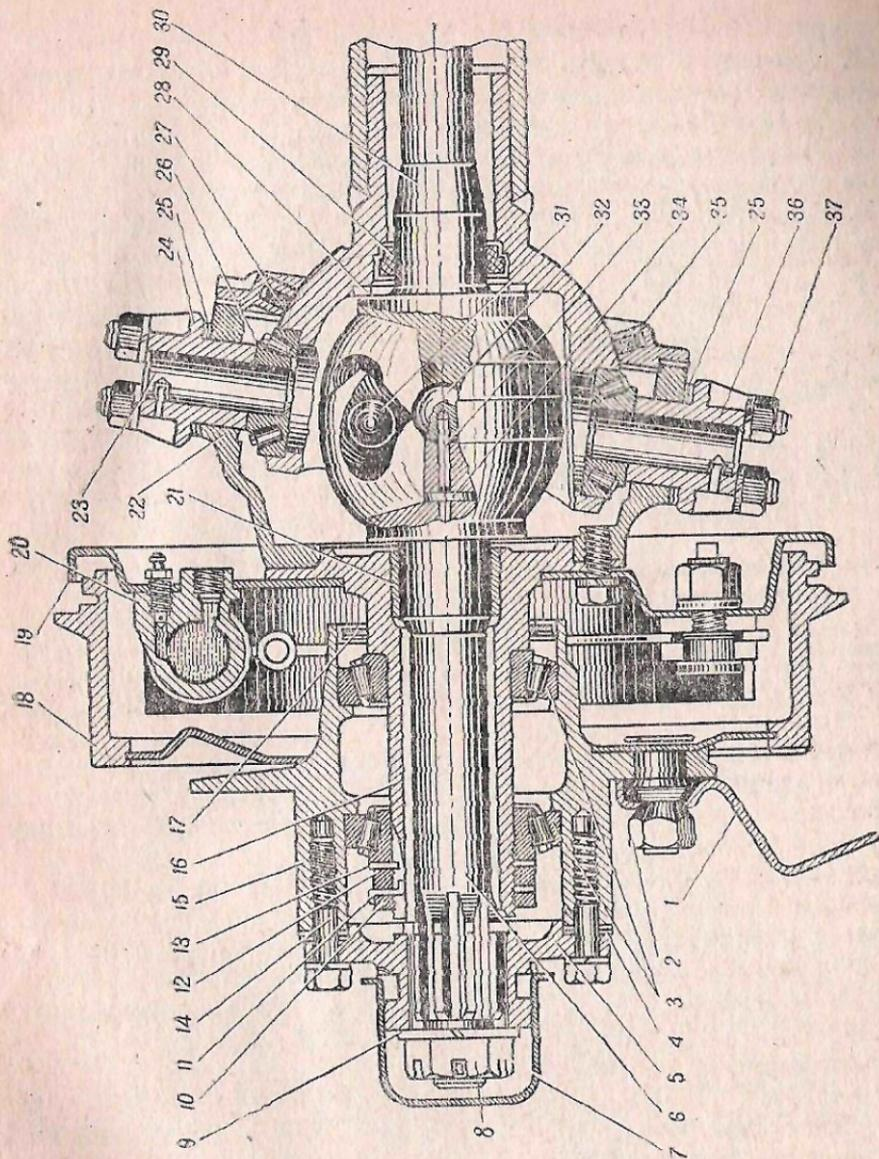
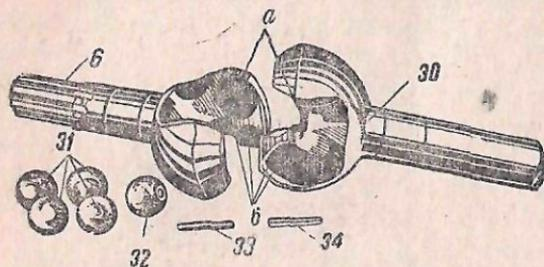

Рис. 61. Поворотная цапфа и привод переднего колеса с шарниром „Бендикс-Вейс“:
Рис. 62. Детали шарнира „Бендикс-Вейс“:
Поворотная цапфа. Устройство поворотной цапфы видно из рис. 61. Литой корпус 22 поворотной цапфы шарнирно соединен с шаровой опорой 35 кожуха полуоси шкворнями 23. Шкворни наглухо закреплены в крышках 24 и 36, укрепленных к корпусу на шпильках 37. На шкворни посажены внутренние обоймы роликовых конических подшипников 26, наружные обоймы которых запрессованы в шаровую опору.
На рис. 61 показан привод колеса с шарниром типа «Бендикс-Вейс». Детали шарнира отдельно показаны на рис. 62.
При установке шарнира в передний мост (рис. 61) шлицованный конец полуоси соединяется с полуосевой шестерней дифференциала, а на шлицы вала 6 устанавливается ведущий фланец 5, привернутый шестью болтами к ступице колеса. Вал 6 привода центрируется в бронзовой втулке 21 полой оси цапфы и закрепляется гайкой 8, прижимающей его к фланцу 5 и предотвращающей осевое смещение.
- 1) отвернуть гайки 2 (рис. 61) крепления колеса к ступице;
4) снять фланец 5 (рис. 61), заполнить ступицу смазкой, поставить прокладки и привернуть фланец к ступице болтами;